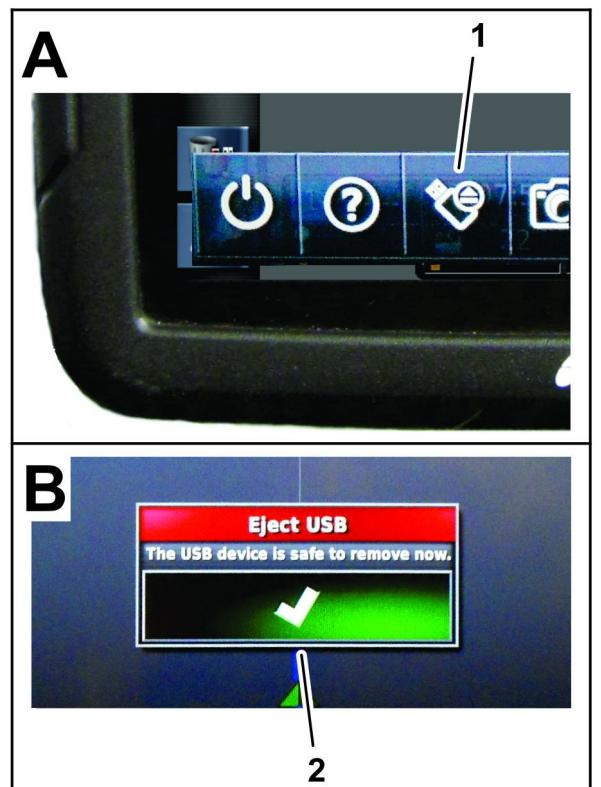

図 90
8. 画面をスワイプしてフローティングメニューバーを出す図 90。
9. USB 取り出しアイコンを押す図 90。
10. USB ダイアログボックスで承認アイコンを押し、モニタからUSB 記憶装置を取り外す図 90。